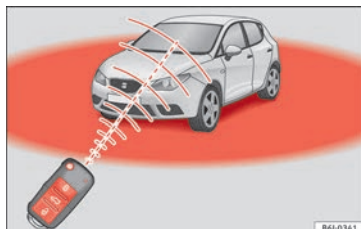

Abb. 85 Wirkungsbereich der Funk-Fernbedienung
- Die Funk-Fernbedienung funktioniert nur innerhalb ihres Wirkungsbereiches »» Abb. 85.